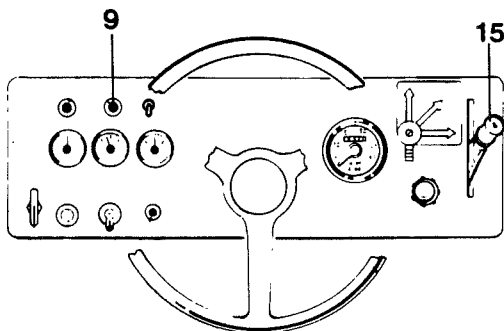

Fig. 9
- 3 Desserrer le frein de stationnement en portant le levier (2) vers l'avant et vers le bas. La lampe témoin du frein de stationnement (9), fig. 9, devra alors s'éteindre.